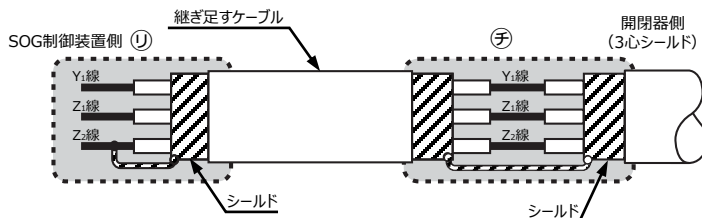

図11 ケーブルの継ぎ足し
- ㊩ 開閉器側制御ケーブルの端末は、シールド線をZ2端子にはんだ付けしていますので、継ぎ足す場合にはシールド線を外し、端子記号を合わせて接続してください。また開閉器側のY1、Z1、Z2のシールド線と継ぎ足すケーブル側のシールドを接続してください。(図11)
- ㊪ 継ぎ足した側のケーブル端末は、SOG制御装置側でシールドとZ2端子を接続してください。(図11)